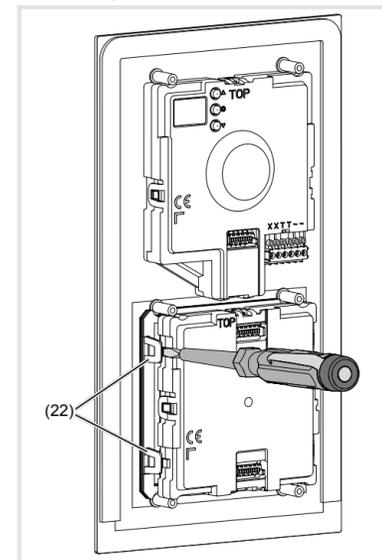

Bild 20: Modul entriegeln
- Zur Ruftaster-Modul Entnahme die seitlichen Halteaschen (22) der Modul-Halterung durch vorsichtiges Hebeln mit einem Schraubendreher entriegeln (Bild 20).